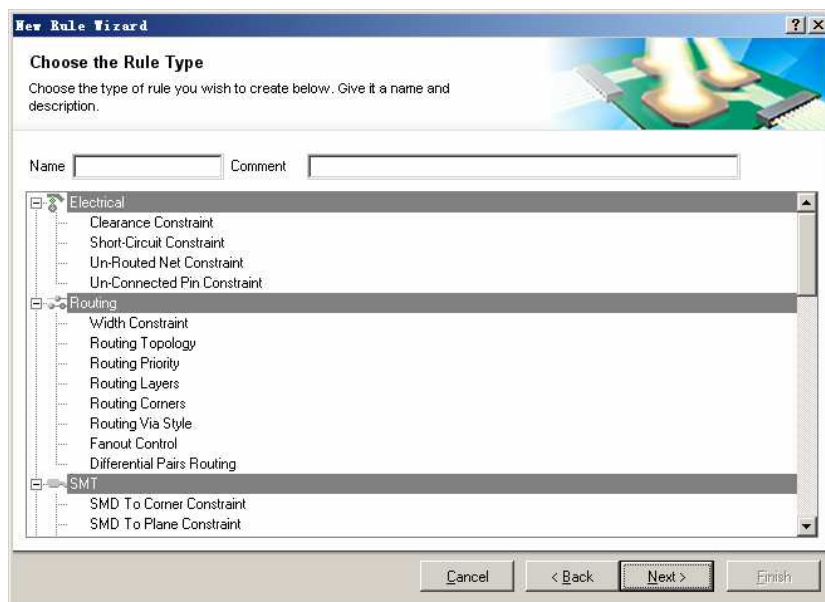

图 8.52 “Choose the Rule Type”视图
(2) 单击“Next”按钮, 显示如图 8.52 所示的“Choose the Rule Type”视图。